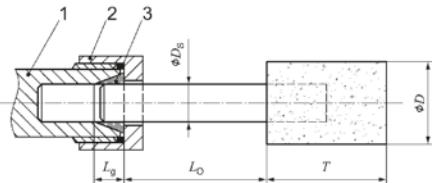

Bild 1: Einspannlänge von Spannfutter und Spannzange
- Achten Sie darauf, dass zu beachten ist, dass die zulässige Drehzahl bei Kleinschleifköpfen aufgrund der Erhöhung der Länge des Schaftes zwischen dem Spannzangenende und dem Kleinschleifkörper herabgesetzt werden muss (Überhang). Das Einhalten der minimalen Einspannlänge von 10 mm ist sicherzustellen. (Siehe Bild 1 und die Empfehlungen des Herstellers von Kleinschleifköpfen).